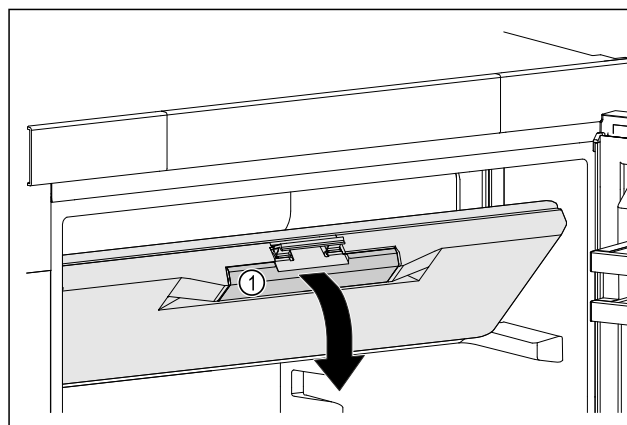

Fig. 41
- ▶ Vriesvakdeur aan de verzonken grepen Fig. 41 (1) vastpakken.